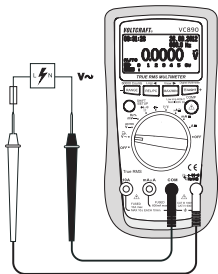

图 10
1. 开启 DMM 并选择量程“V \sim ”。按下 SHIFT/SETUP 键 (3), 以切换至量程“ \square ”。
2. 将红色测试引线插入 $\text{HzV}\Omega$ 测量插口 (7), 将黑色测试引线插入 COM 测量插口 (8) (图 10)。